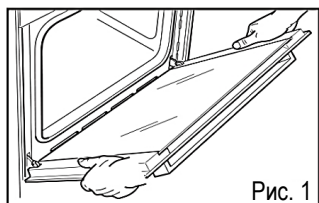

Рис. 1
- Полностью откройте дверцу духовки (рис. 1)
- Удерживайте дверцу под углом (рис. 1.)